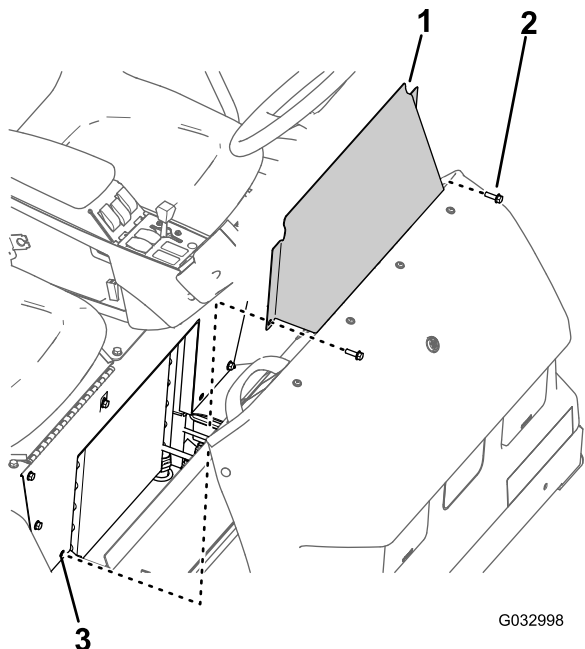

Рисунок 60
- Выверните два болта с фланцевыми головками, которые крепят панель доступа к основанию сиденья (Рисунок 60).
- Снимите панель доступа к основанию сиденья с машины (Рисунок 60).
- Совместите отверстия в панели доступа к основанию сиденья с отверстиями в основании сиденья (Рисунок 60).
- Прикрепите панель доступа к основанию сиденья с помощью двух болтов с фланцевыми головками (Рисунок 60), снятыми при выполнении пункта 1 раздела Демонтаж панели доступа к основанию сиденья \(страница 60\).